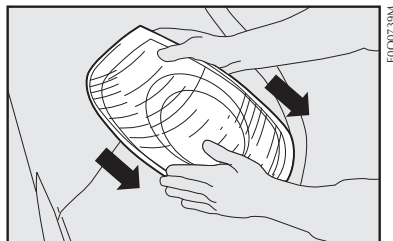

fig. 24
- extrair o grupo ótico puxando-o com ambas as mãos no sentido indicado pelas setas **fig. 24**;